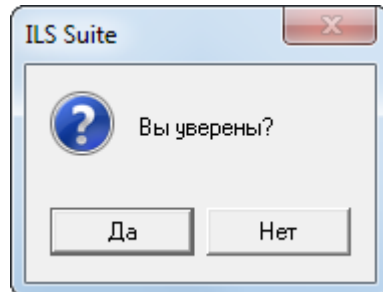

Рис. 29-3 – Диалоговое окно
5) В открывшемся диалоговом окне нажать «Да» для подтверждения действия (рис. 29-3).